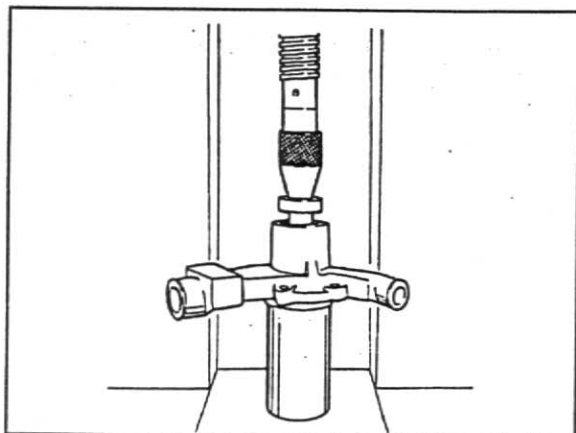

Fig. 17
4. Monte o conjunto do eixo na carcaça da bomba com o auxílio de uma prensa e das ferramentas nº 81 30 418 e 81 30 419, fig.17